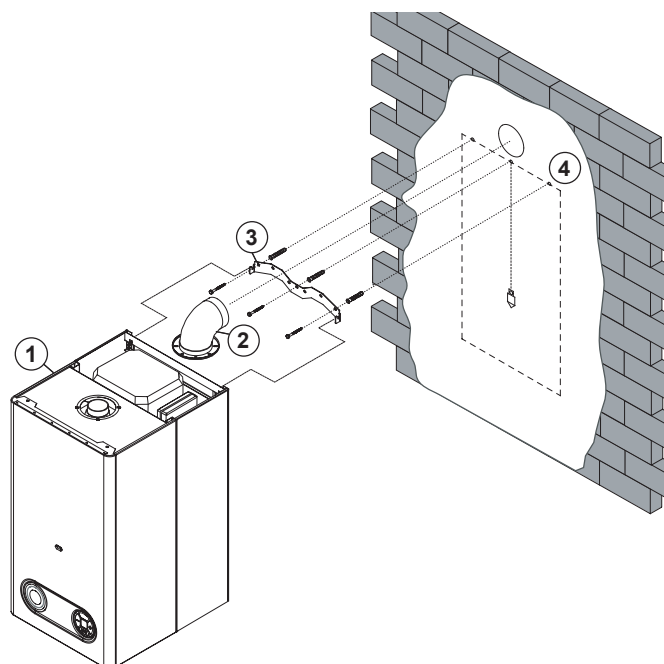

рис. 12
Порядок навески (рис. 12):
1. Для закрепления подвесной планки (входит в комплект поставки котла) котла на навесной стене обозначте линией верхнюю грань котла (рис. 12, поз. 4). Используйте уровень водяной.
2. На обозначенную линию приложите подвесную планку (рис. 12, поз. 3) и через её отверстия обозначте пункты. Последовательно просверлите соответствующие отверстия для хомутов. Установте хомуты в просверленные отверстия, установите подвесную планку а как следуют её зацепите при помощи винтов.
3. Если должен устанавливаться вариант котла с принудительным отводом продуктов сгорания (KTZ), то в случае вывода непосредственно на фасад (рис. 12, поз. 2) обмерите отверстие для прохода соосных труб (смотри присоединительные размеры котла).